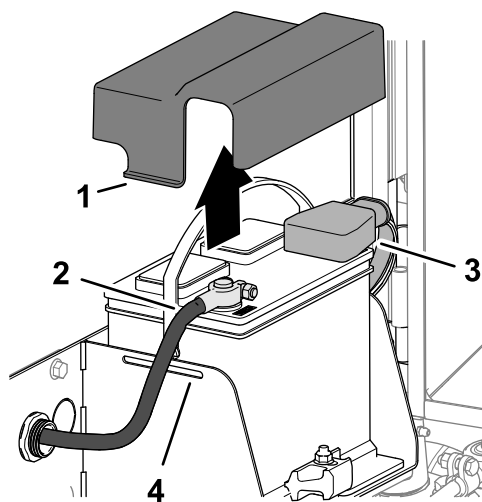

Figura 91
3. Pressione as laterais da tampa da bateria e remova a tampa da bandeja da bateria (Figura 91).